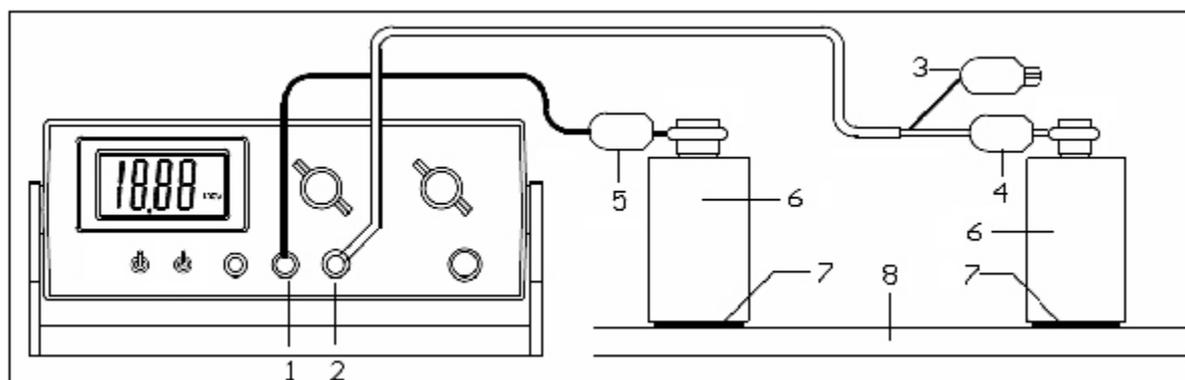

图 3
1、按照图 3，将仪器的高压输出端与测量输入端分别与两个电极相连接（屏蔽端空置不用），将导电橡胶按标准要求相隔一定距离置于被测试样表面，电极放在导电橡胶上。